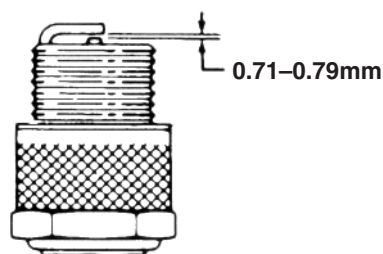

Fig. 26
3. Impostare una distanza fra gli elettrodi di 0,71–0,79 mm (Fig. 26), montare la candela e serrarla saldamente a 27 Nm.